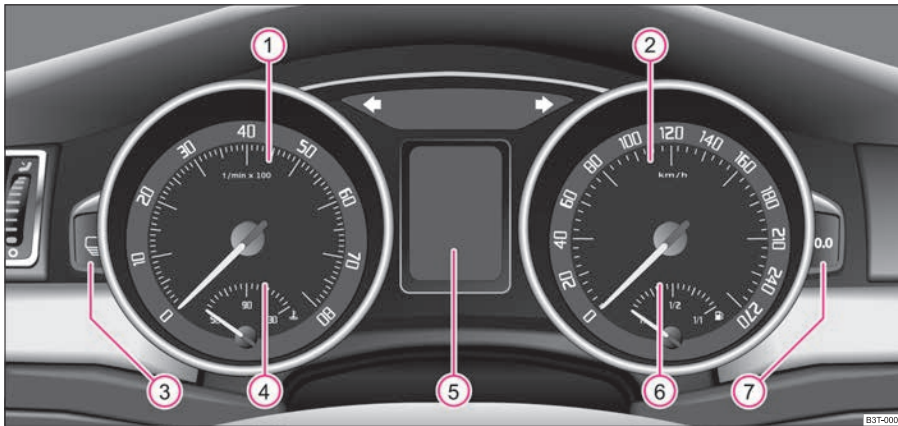

Abb. 2 Kombiinstrument
Der rote Bereich der Drehzahlmesserskala ① ⇒ Seite 10, Abb. 2 kennzeichnet den Bereich, in dem das Motorsteuergerät beginnt die Motordrehzahl zu begrenzen. Das Motorsteuergerät begrenzt die Motordrehzahl auf den sicheren Grenzwert.
Die Kühlmitteltemperaturanzeige ④ ⇒ Seite 10, Abb. 2 arbeitet nur bei eingeschalteter Zündung.
Die Kraftstoffvorratsanzeige ⑥ ⇒ Seite 10, Abb. 2 arbeitet nur bei eingeschalteter Zündung.